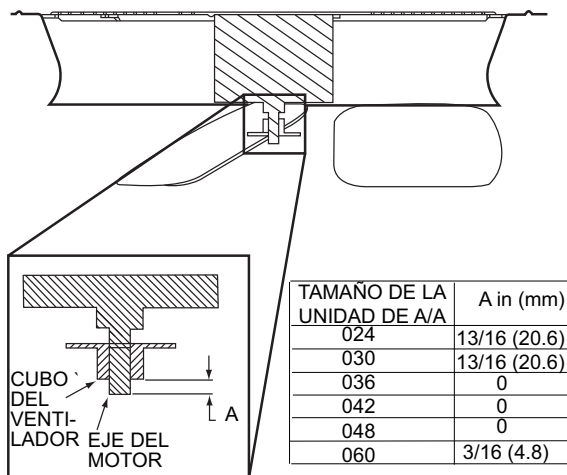

Fig. 19: Ajuste del ventilador exterior
5. Cuando reemplace el aspa del ventilador, colóquela como se muestra en la Fig. 19. Apriete los tornillos de ajuste.